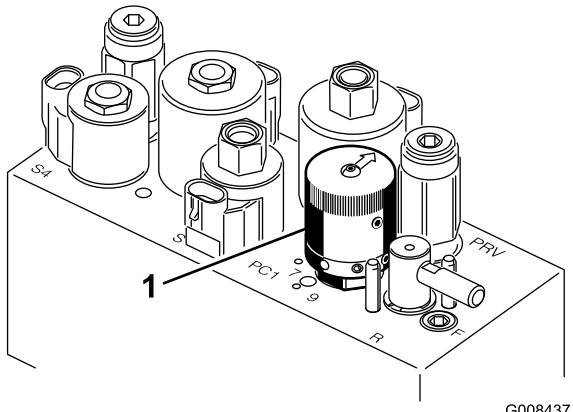

図 37
- リールの速度を設定するには、ノブ（図 37）を回して、ノブの矢印を、所定の番号に合わせる。